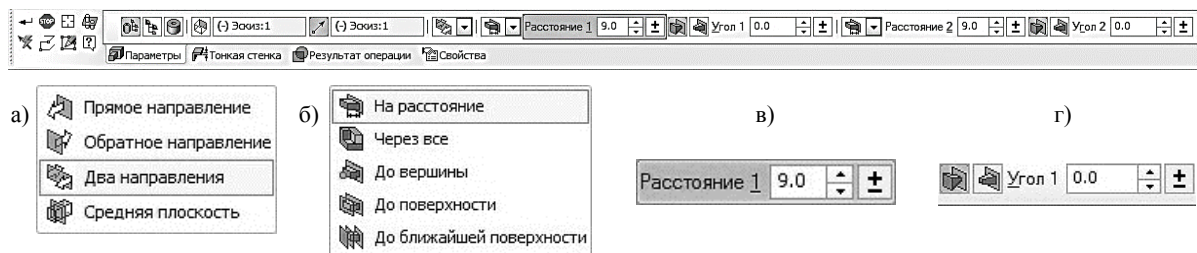

Рис. 175. Панель свойств **Операции выдавливания**
Нажмите кнопку **Операция выдавливания**  на панели **Редактирование детали**. После вызова команды появляется панель свойств (рис. 175), а в окне документа фантом трехмерного элемента – временное изображение, показывающее текущее состояние создаваемого объекта (рис. 176, а). На вкладке **Параметры** можно задавать следующие характеристики (все значения параметров при их вводе и редактировании немедленно отображаются на экране в виде фантома модели):
- направление, в котором требуется выдавливать эскиз (рис. 175, а);
- способ определения глубины выдавливания из списка (рис. 175, б);
- глубину выдавливания (рис. 175, в);
- направление уклона выдавливания (рис. 175, г).